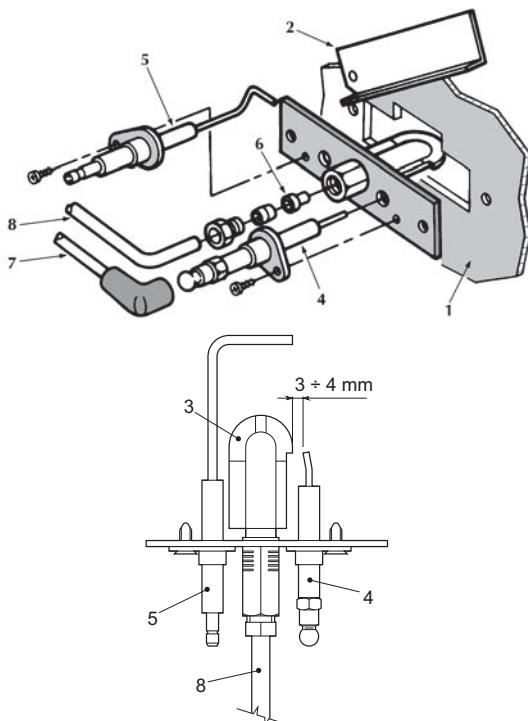

рис. 8 - Пилотная горелка
- Электроды не должны иметь накипи и быть правильно установленными (см. рис. 8).
| После выполнения некоторых попыток розжига электронный блок управления вызывает блокировку котла. | С помощью сжатого воздуха чистите форсунки > пилотной горелки.Проверьте регулярность поступления газа в котел, и убедитесь что воздух был удален из труб.Проверьте правильность позиционирования электродов и отсутствие на них отложений (см. рис. 8 ).Убедитесь, что котел подключен к надежной системе заземления.Проверьте электрические соединения электродов розжига и ионизации.   |
| Отсутствие искры между электродами при розжиге.   | Проверьте правильность позиционирования электродов и отсутствие на них отложений (см. рис. 8 ).Неправильная настройка регулировочного термостата.Проверьте систему электропитания.Проверьте электрические соединения электродов розжига и ионизации.Проверьте соединения с электронным блоком контроля пламени.Проверьте, чтобы провода ФАЗЫ и НЕИТРАЛИ не были перепутаны, и убедитесь в надежности контактов заземления.Проверьте давление газа на входе и наличие разомкнутых реле давления.Приведите предохранительный термостат в рабочее состояние.Убедитесь, что контакт комнатного термостата закрыт. |